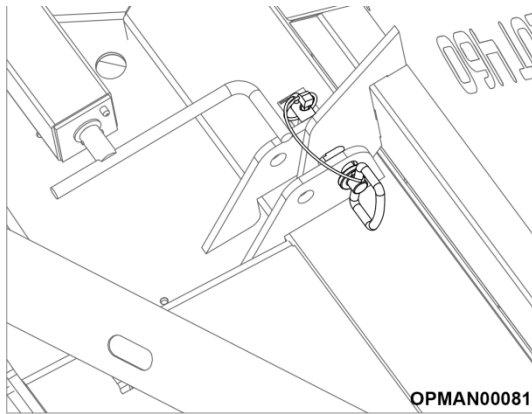

Abbildung 4.16
4.6.1.1 Bei Multicut 460/460 Proline Maschinen entfernen Sie die beiden Flügelsicherungsstifte, siehe Abbildung 4.16.
- 4.6.1.5 Bei der Multicut 460/460 Proline setzen Sie die beiden Flügelsicherungsstifte ein, siehe Abbildung 4.16.